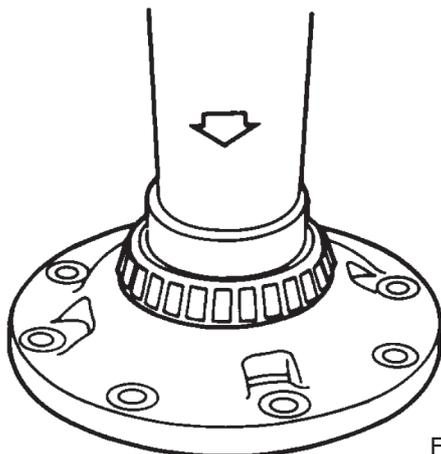

Figura 70
- A. Monte os novos cones dos rolamentos nas duas metades da caixa suporte, utilizando uma ferramenta adequada ou prensa (Figura 70 e 71);